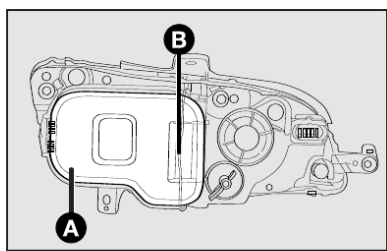
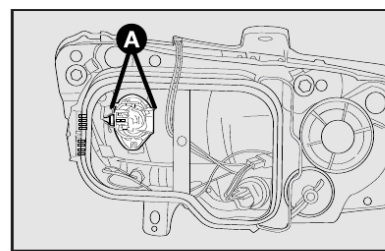

fig. 16
fig. 18
1) remover a tampa plástica **A** para ter acesso às lâmpadas deslocando a trava **B**-fig. 16;
3) retirar o porta-lâmpada pressionando as presilhas **A**-fig. 18 abrindo-as lateralmente;
6) reenganchar a presilha de fixação **A**-fig. 18 e reconectar a lâmpada, colocando por último a tampa plástica **A**-fig. 16.
1) remover a tampa plástica para ter acesso à lâmpada deslocando a trava **A**-fig. 16;
- 1) remover a tampa plástica para ter acesso à lâmpada deslocando a trava **A-fig. 16**;